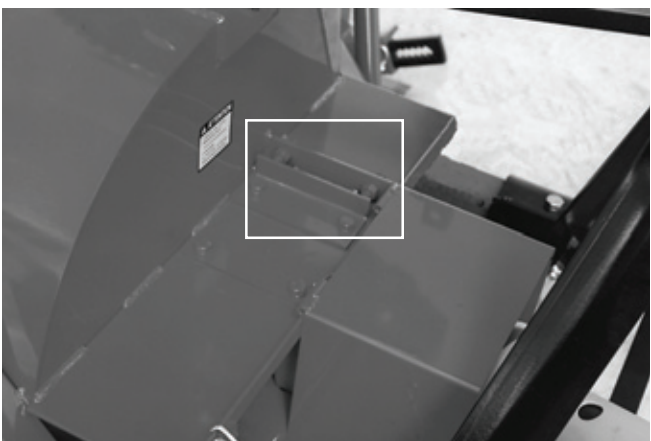

Figure 31
- 8) Vérifiez l'ajustement du rotor. Le bout des palettes doit passer à environ 1/8" @ 3/16" du tour du tambour, du côté de la décharge de la neige. Au besoin, ajuster cette distance à l'aide du tendeur (Fig. 31).